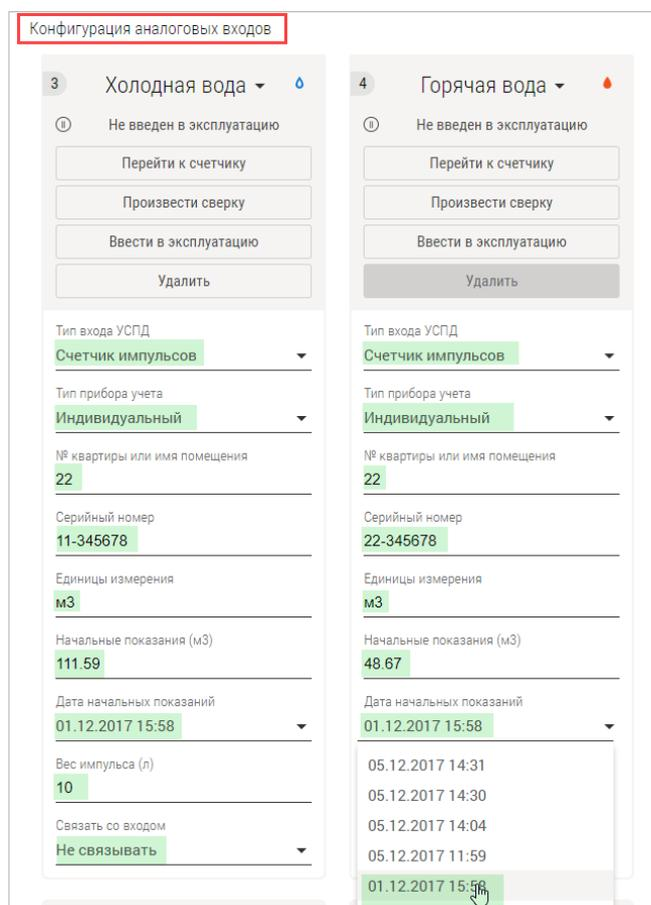

Рис. 15. Ввод начальных показаний.
5. В строке **Дата начальных показаний** выберите из выпадающего списка дату и время последнего нажатия кнопки (записи показаний счётчика) (Рис. 15).